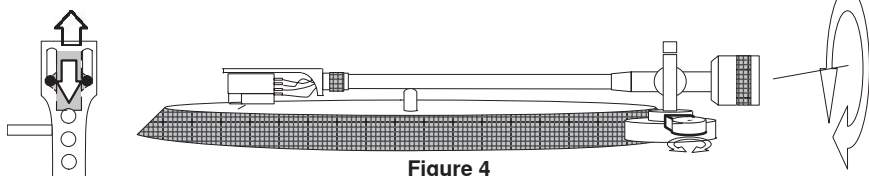

Figure 4
•Hi-Fi-Einrichtung (Abbildung 4): Für höchste Klangtreue und minimalen Verschleiß der Schallplatte den Tonabnehmer mit einer Überhangmeßschablone oder einer Überhangjustierlehre (im Lieferumfang des Plattenspielers enthalten) platzieren. Den Tonarm nivellieren (siehe **Abbildung 7**) Die für den Tonabnehmer übliche Auflagekraft anhand von Tabelle 2 und „Einstellung einer genauen Auflagekraft“ weiter unten einstellen. Den Antiskating-Regler auf den gleichen Wert wie die Auflagekraft einstellen.